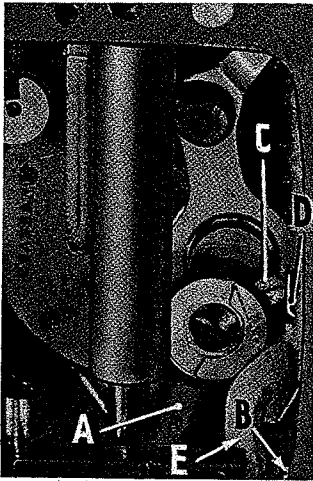

Fig. 27
2. Colóquese el brazo en posición mediante el tornillo (B, Fig. 27), de modo que la mecha (C) pase a través del centro de la ranura en la conexión de la barra de la aguja (A). La mecha (C) deberá tocar los cojinetes de la aguja. El debido